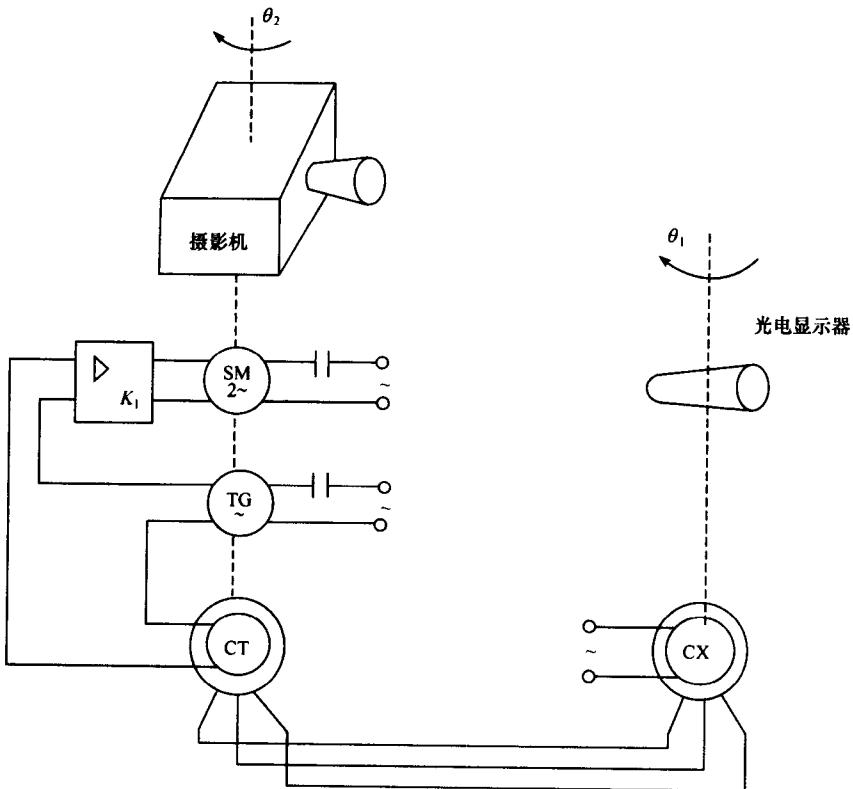

图 1-11 摄影机伺服系统
1. 图 1-11 表示摄影机伺服系统。图中  $\theta_1$  是由人手控制的光电显示器， $\theta_2$  是由两相伺服电动机控制的摄影机转角。TG 是交流测速机， $K_1$  是交流放大器，CX 是控制式自整角发送机，CT 是自整角变压器。指出控制对象、输入量和被控变量，并绘出系统元件框图。